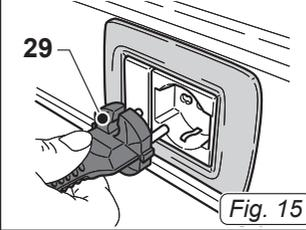

Fig. 15
- Insérer la fiche (29 Fig.15) dans la prise de courant.
- Débrancher la fiche (29 Fig.15) de la prise de courant.